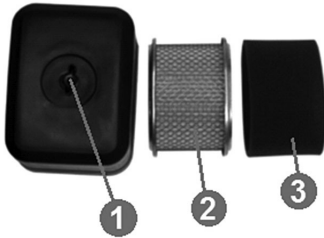

Рис.10 Обслуживание воздушного фильтра
1. Открутите барашковую гайку (1) и снимите крышку воздушного фильтра (Рис. 10).
4. При незначительном загрязнении промойте поролоновый фильтр (3) теплым мыльным раствором и просушите. Замените грязный или поврежденный поролоновый фильтр.